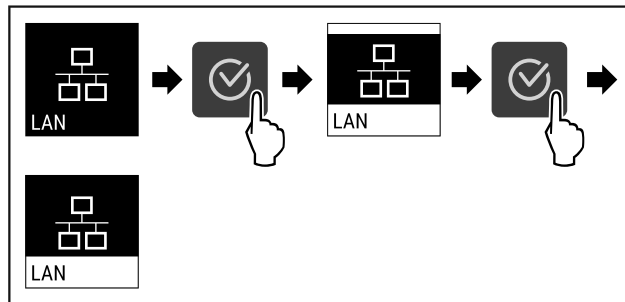

Fig. 92
- ▶ Suorita toimenpidevaiheet (katso Fig. 92).